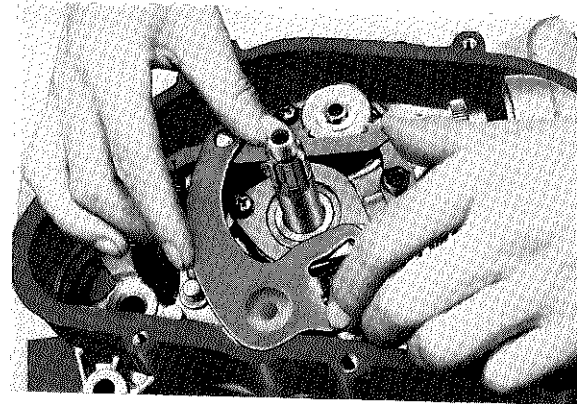

Fig. 2-3-19
1. Pull out change shaft. (Fig. 2-3-19)
1. Sortir l'axe du sélecteur de vitesse (Fig. 2-3-19)
1. Schaltwelle herausziehen. (Fig. 2-3-19)